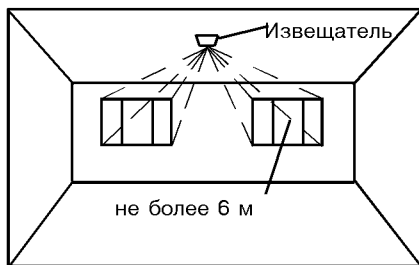

Рис. 4 - Установка извещателя на потолке
2. Извещатель рекомендуется устанавливать на высоте не менее 2 м (см. примеры установки на рис. 4 – 7).